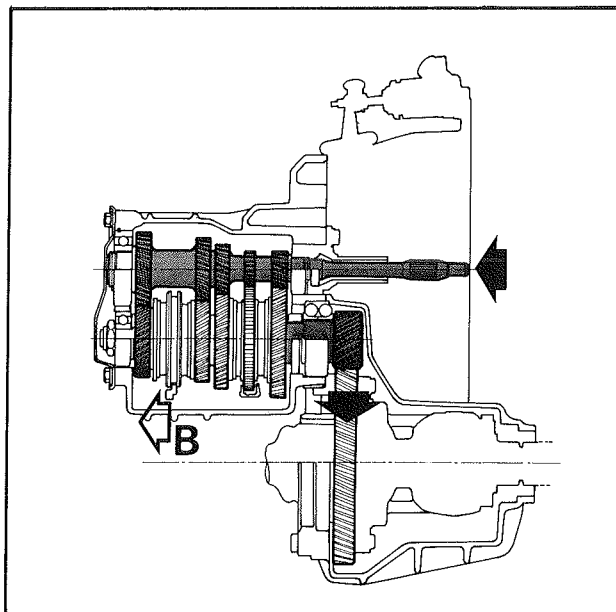

Fig. 4
La 4^e vitesse est obtenue par le déplacement de ce même baladeur 3^e-4^e (B) (fig. 4) vers l'AR solidarissant ainsi le pignon de 4^e avec l'arbre secondaire.